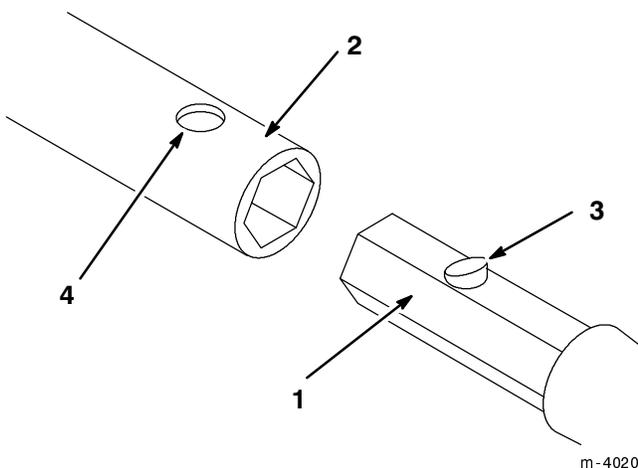

Figure 2
2. Glisser la queue hexagonale d'une tige, d'une mèche de forage ou d'un alésoir dans la douille. Aligner le bouton de verrouillage face au trou de la douille (Fig. 2).
3. Enfoncer le bouton de verrouillage et pousser le manche dans la douille jusqu'à ce que le bouton de verrouillage se loge avec un déclic dans le trou de la douille (Fig. 2).